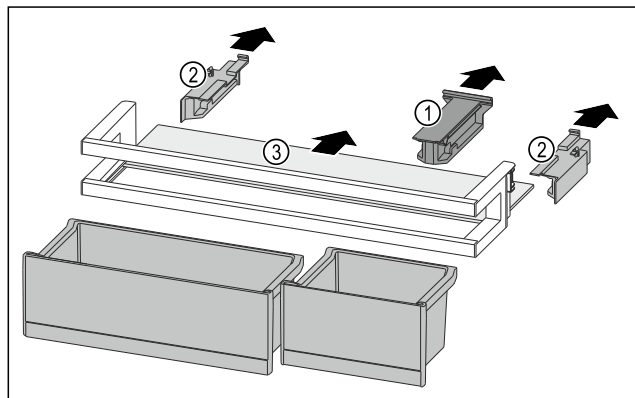

Fig. 100
- ▶ Снимите крепление Fig. 100 (1).
- ▶ Снимите боковые части Fig. 100 (2).
- ▶ Извлеките съемную полку Fig. 100 (3).